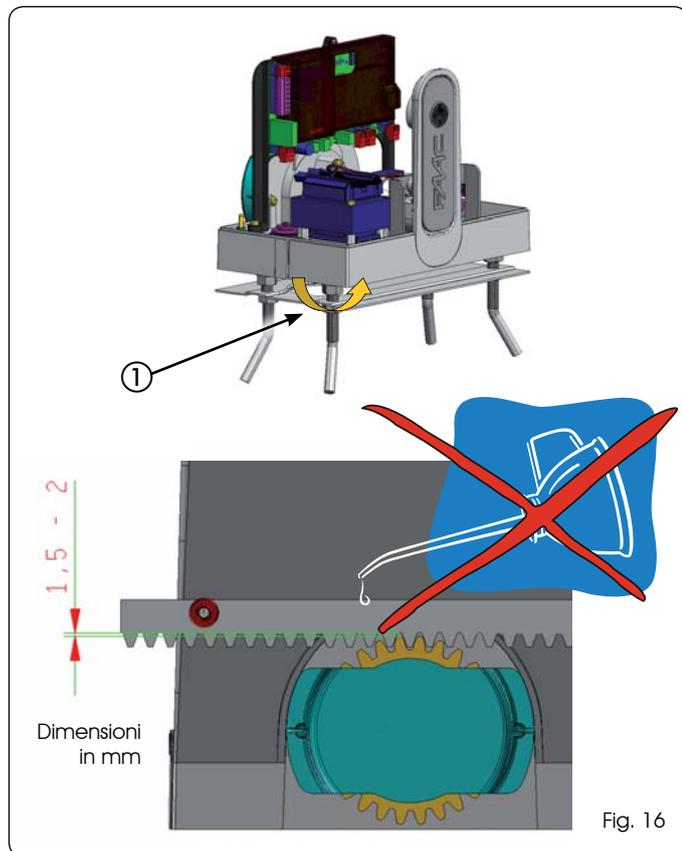

Fig. 16
-  Terminata l'installazione della cremagliera, per garantire un corretto ingranamento con il pignone, è opportuno abbassare di circa 1,5 - 2 mm la posizione del motoriduttore agendo sugli appositi dadi (Fig. 16 rif. ①).
-  Non utilizzare grasso o altri prodotti lubrificanti tra pignone e cremagliera (Fig. 16)